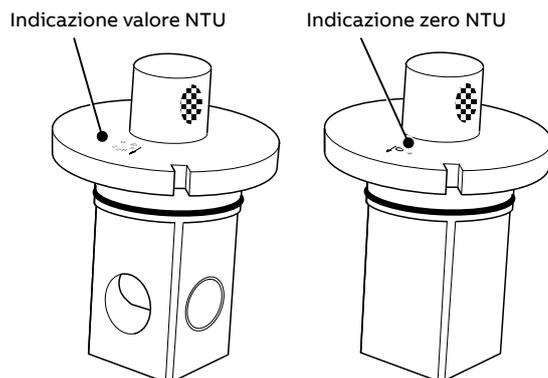
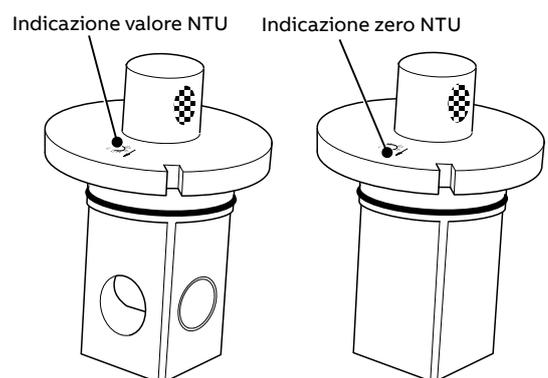
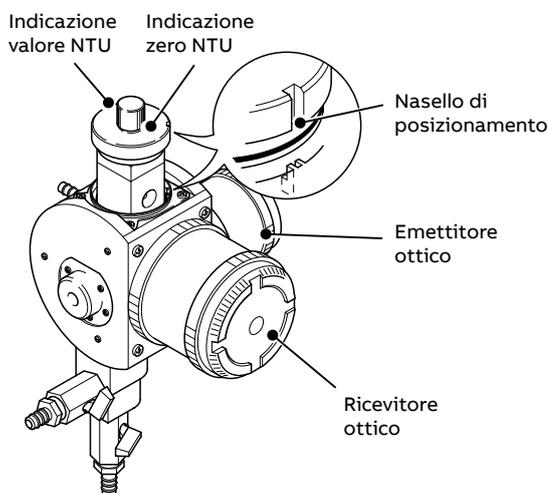

Figura 9 Standard di taratura a secco per sensori di bassa gamma
Figura 10 Standard di taratura a secco per sensori di alta gamma
Figura 11 Inserimento dello standard a secco
- 9 Inserire lo standard di taratura a secco con l'indicazione zero NTU (vedere la Figura 9 o Figura 10) rivolta verso il ricevitore ottico, accertandosi che il nasello di posizionamento si innesti correttamente. Fare riferimento alla Figura 11.
- 11 Rimuovere lo standard a secco, ruotarlo di 180° e inserirlo nuovamente accertandosi che l'indicazione del valore NTU (fare riferimento alla Figura 9 o Figura 10) sia rivolta verso il ricevitore e il nasello di posizionamento si innesti correttamente. Fare riferimento alla Figura 11.